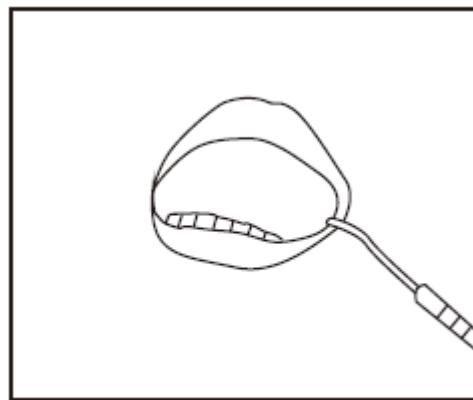

Рис. 29
- 4) Установите пациенту загубник (альтернативно - пациент также может зажать загубник в руке). (Рис. 29)